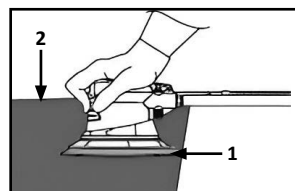

Fig. 4
2. Posizionare il platorello (1) della levigatrice pneumatica sul pezzo da levigare (2). (Fig. 4)